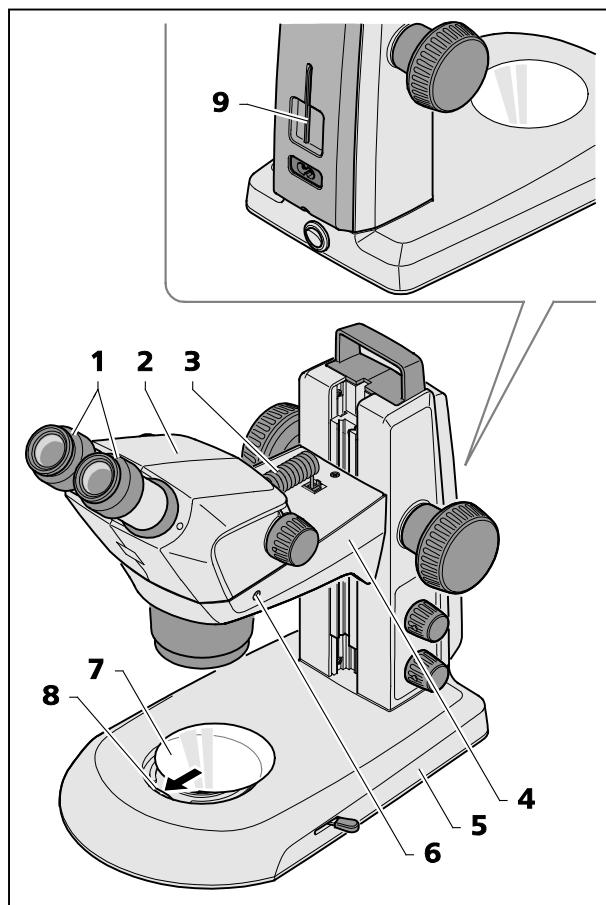

图10 安装立体显微镜
- Stemi 305 主机（图10/2）安装好前，要始终将其插入 Stemi 托架（图10/4）、调整好并用夹紧螺栓（图10/6）固定。对应的内六角扳手（图10/9）位于仪器背面的支架内。
- 安装两个目镜（图10/1）前，要始终将它们插入目镜支架并卡住。
- 将随附的连接电缆（图10/3）插入 Stemi 主机的插槽和 Stemi 托架的插槽。
- 将玻璃托盘或 S/W 塑料托盘（图10/7）放在镜臂脚的容纳口处。
同时按下玻璃托盘或 S/W 塑料托盘（图10/8）弹簧并卡住。